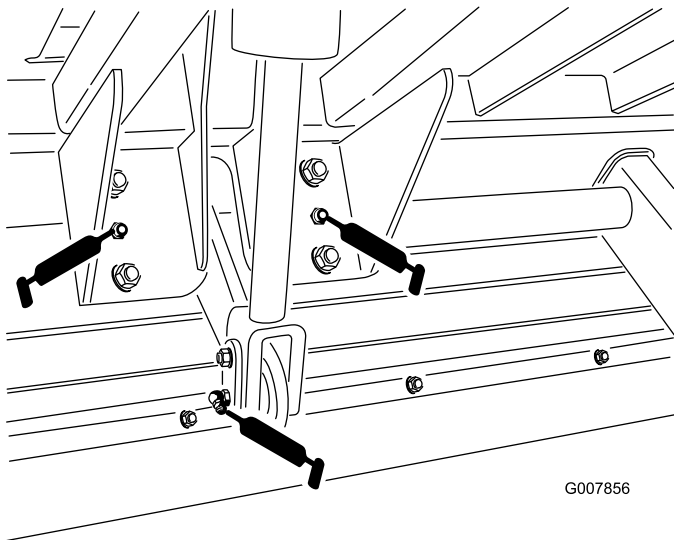
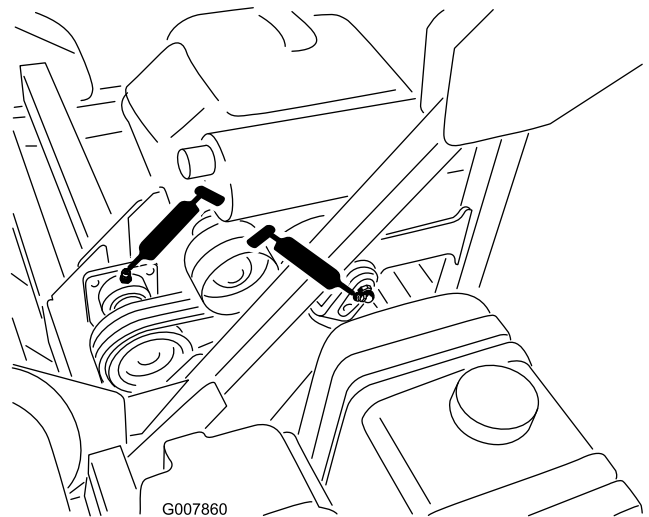

Figura 39
Figura 42
- Cilindro de elevación, cant. 2 (Figura 39 & Figura 42)
- Eje de elevación, cant. 2 (Figura 39)
- Eje secundario, cant. 2 (Figura 42)